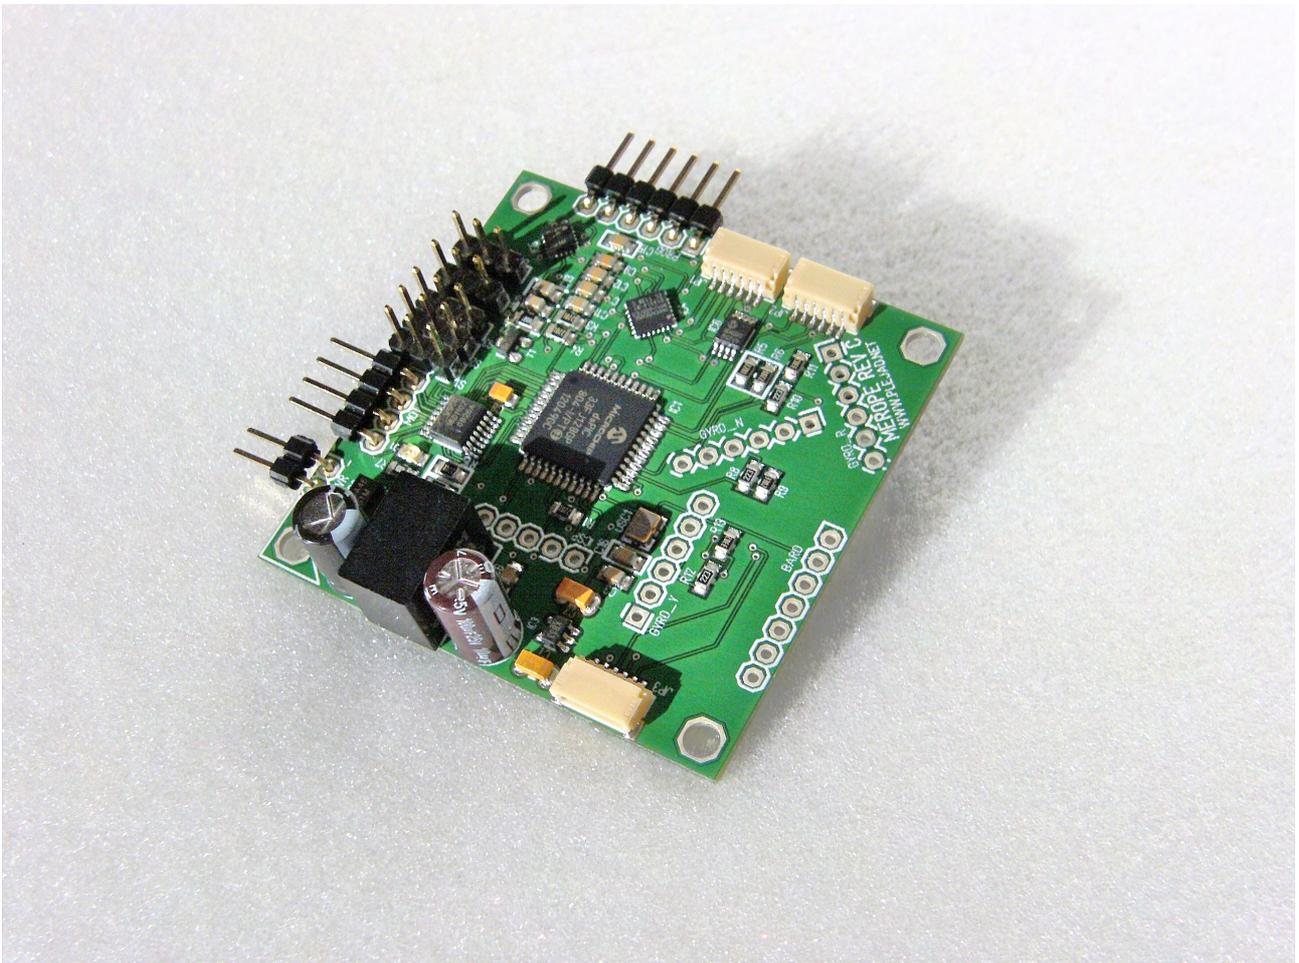

Abbildung 7: Montierter Spannungswandler
Nun wird der **Recom-Spannungswandler** verlötet (siehe Abbildung 7)
- die Beschriftung am Wandler zum Elektrolytkondensator C7 hin zeigt (siehe Abbildung 7)